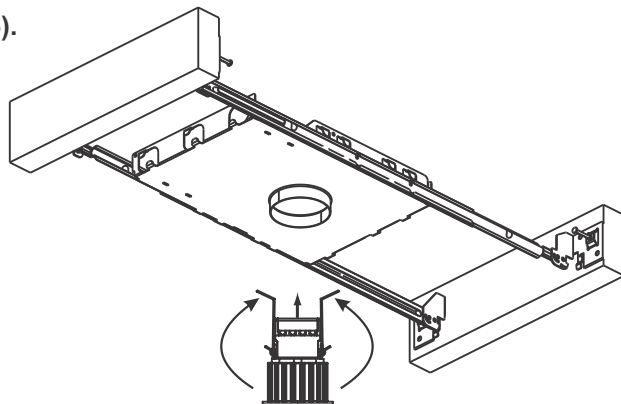
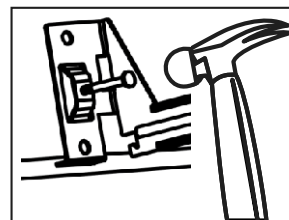

Figure 5.
Figure 6.
Step 1. Extend hanger bars to fit between joists. Each hanger bar foot is contoured to align with the bottom of ceiling joists (**Figure 5**).
Set frame into place by hammering in the nails at each foot (**Figure 6**).
Étape 1. Étendre les cintres de barres entre les solives. Chaque pied de suspension de barre est profilé pour aligner avec le bas des solives de plafond (**Figure 5**). Mettre le cadre en place en martelant dans les ongles à chaque pied (**Figure 6**).